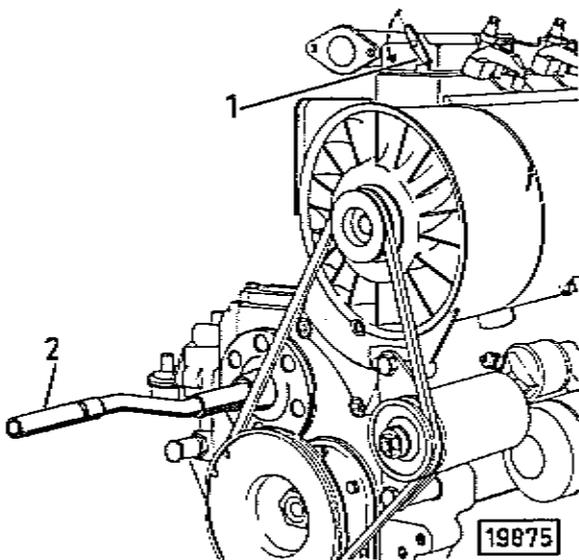

Bild 5
3. Dekompressionshebel 1 (Bild 5) in Pfeilrichtung bis zum Anschlag drehen.